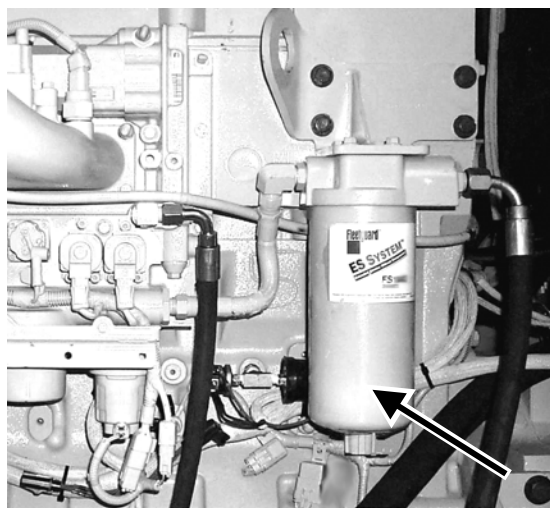

Рис. 5.41. Фильтр топливный
1. Открыть боковую крышку мотоотсека с правой стороны машины (Рис. 5.41.).